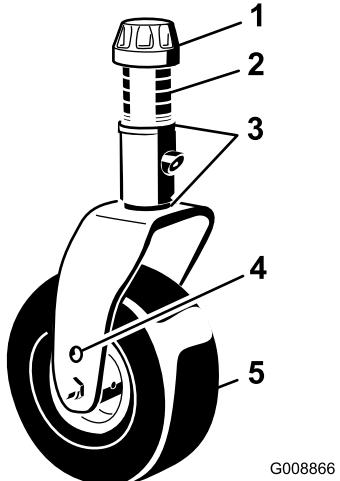

Figura 22
- Coloque los suplementos (igual que en la instalación original) y los demás espaciadores en el eje (Figura 22).
2. Espaciadores (4)	5. Rueda giratoria
- Coloque el casquillo tensor para fijar el conjunto (Figura 22).